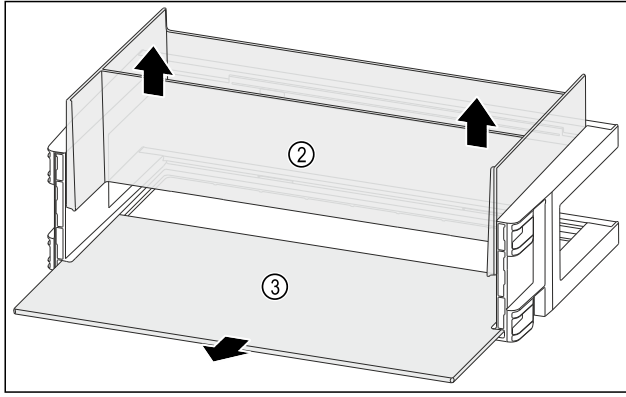

Fig. 122
- Düzenleyiciyi Fig. 122 (2) yukarıdan çıkarın.
- Raf alanını Fig. 122 (3) çıkarın.